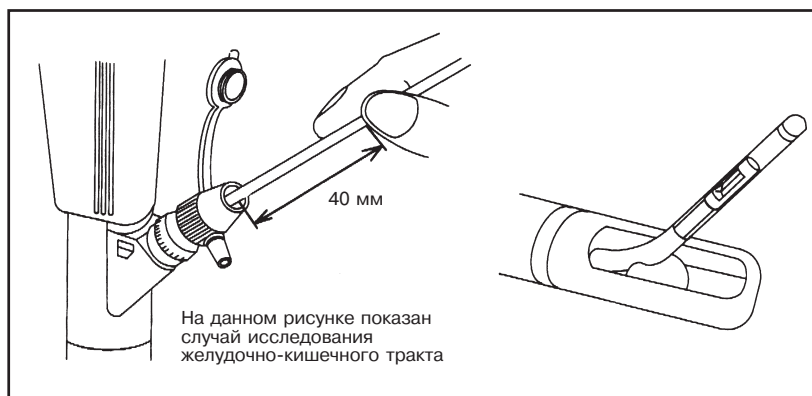

Рис. 4.2
- При использовании эндоскопов для исследования желудочно-кишечного тракта, оборудованных подъемником щипцов, или жестких эндоскопов с дефлектором, необходимо выдвинуть дистальный конец ультразвукового зонда из дистального отверстия канала эндоскопа перед подъемом подъемника щипцов или дефлектора (см. рис. 4.2).
6. Осторожно продвигая ультразвуковой зонд, выдвиньте приблизительно 40 мм дистального конца вводимой части из дистального отверстия инструментального канала эндоскопа (см. рис. 4.2). Затем вновь поднимите подъёмник щипцов или дефлектор для того, чтобы дистальный конец вводимой части ультразвукового зонда появился в эндоскопическом поле зрения.